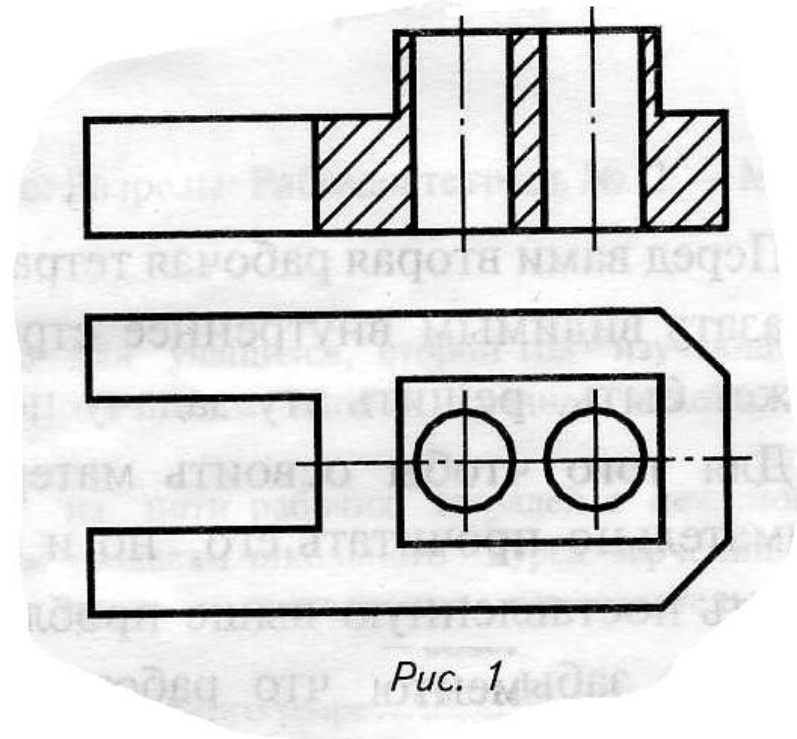

Рис. 1
- Если при выполнении разреза используют *одну секущую плоскость*, разрез называют **простым** (рис.1).